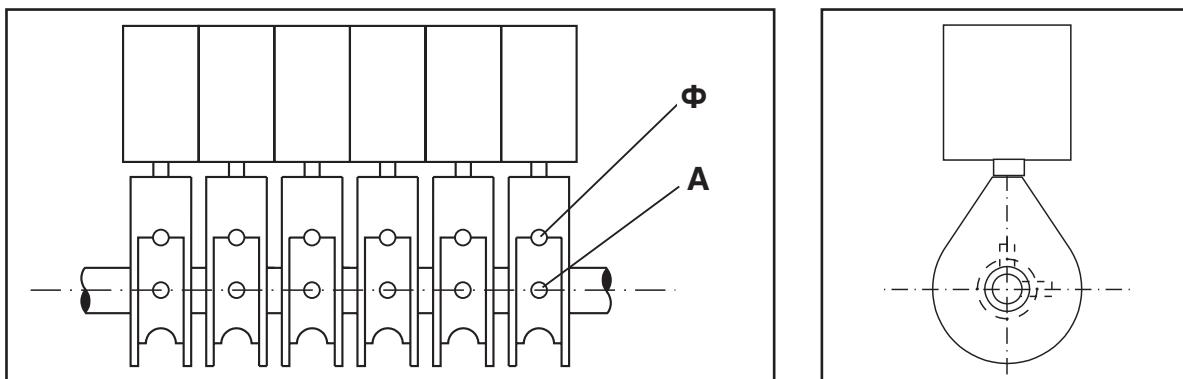

Рис. 8.1: Структурная схема конечного переключателя
3. Фиксация кулачка переключения производится посредством заворачивания **винта (A)**, внутренний шестигранный ключ, W 2,5 (рис. 8.1).
7. Отрегулируйте при необходимости положение ворот в точке "ВОРОТА ЗАКРЫТЫ" при помощи винта точной настройки (F) на кулачке переключения (рис. 8.1).